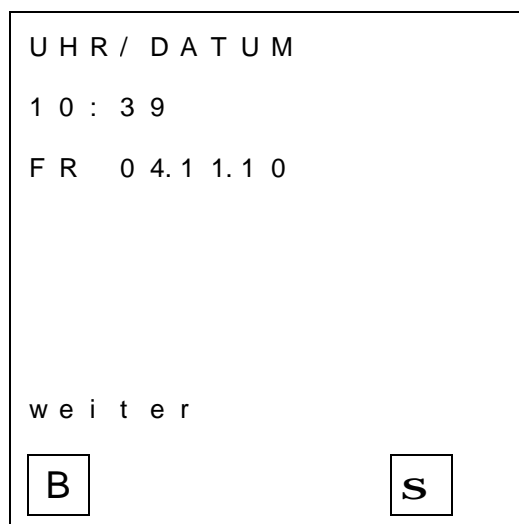

Abbildung 23 Uhrzeit und Datum
5. im „Gerätemanager“ unter „Anschlüsse“ (COM und LPT) werden alle verfügbaren COM Schnittstellen angezeigt (siehe Abbildung 23 als Beispiel, hier ist COM1 verfügbar)